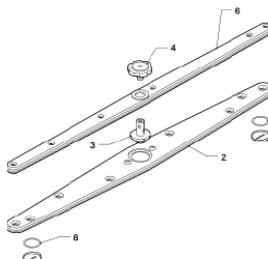

Fig. I3
- desmonte los chorros (fig. I3) (inferior y superior 2, 6) aflojando los tornillos (4, 3). Desmonte los tapones (7) ubicados en los extremos de los chorros.